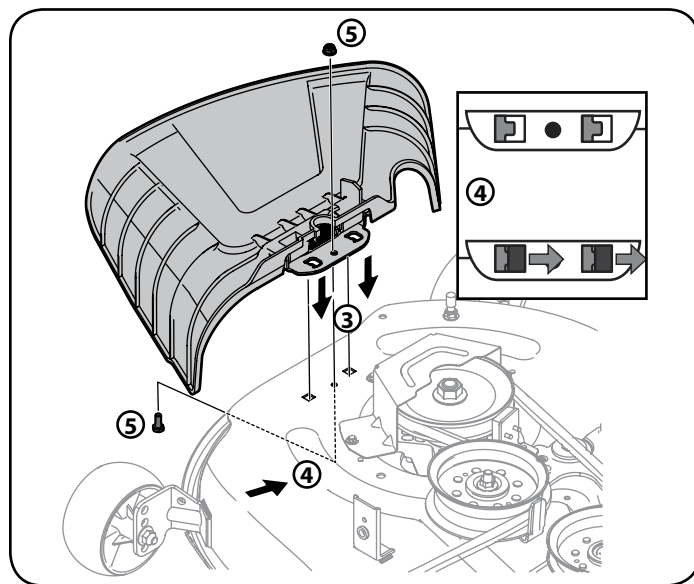

Figura 6
3. Ubique el deflector del canal en la plataforma, asegúrese de insertar las lengüetas de dicho deflector en los orificios de la plataforma. Vea la Figura 6.
4. Después de colocar las lengüetas en la plataforma, deslice el deflector del canal hacia la parte posterior del tractor cortacésped hasta que el orificio del perno que está en el deflector del canal quede alineado con el orificio de la plataforma. Vea la Figura 6.
5. Sujete el deflector del canal en su lugar con la tuerca de seguridad con brida y el tornillo hexagonal que se extrajeron en el paso 2. Ajuste hasta 102-124 pulg. libras. Vea la Figura 6.